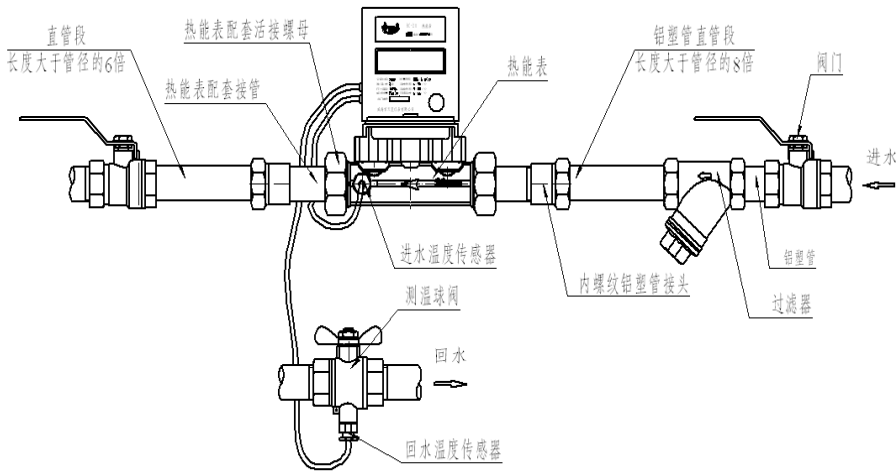
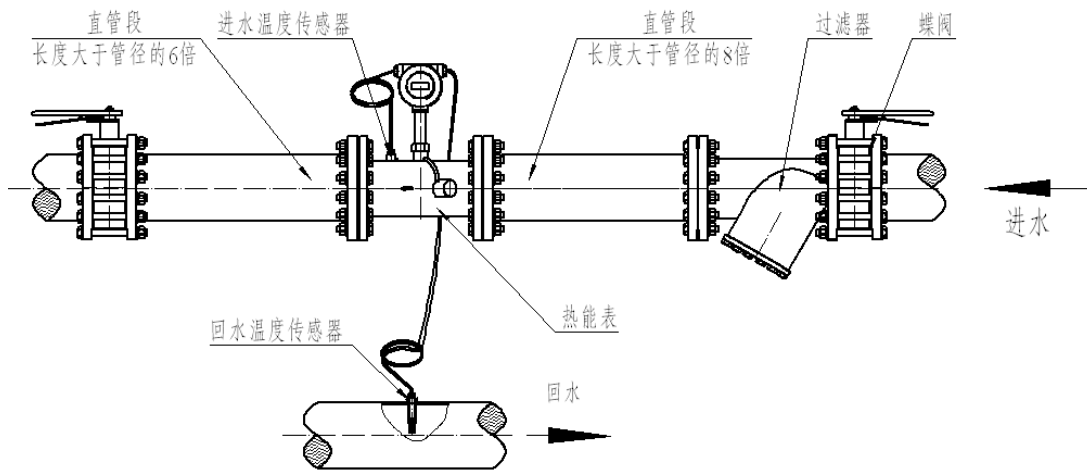

图 8（户用热能表安装示意图/RC15~RC40）
图 9（管网热能表安装示意图/RC50~RC500）
- ◇ 户用和管网热能表分别按照图 8 和图 9 的排列顺序安装在热交换系统中；